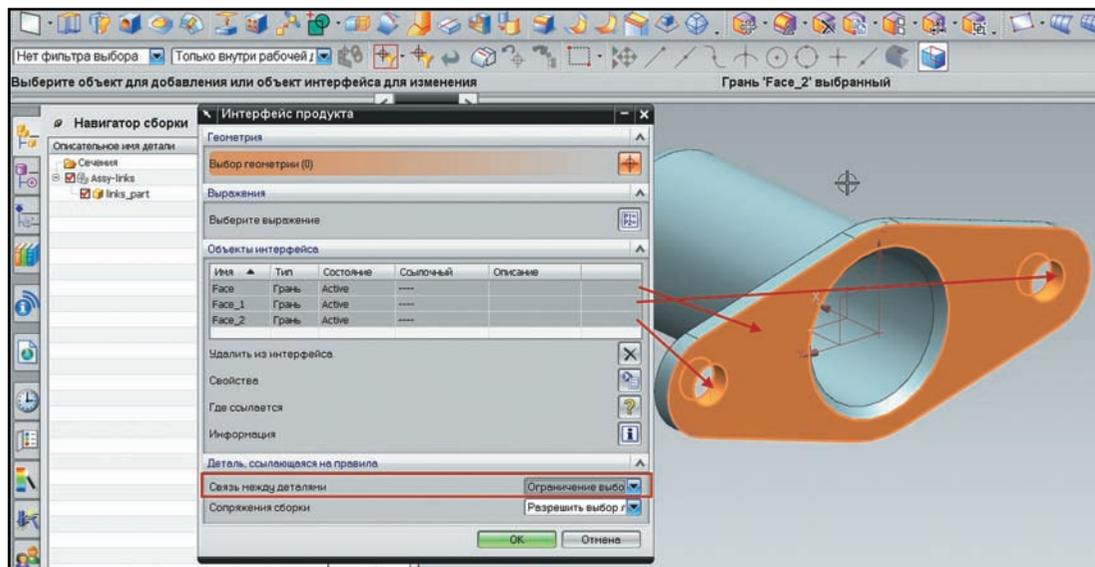
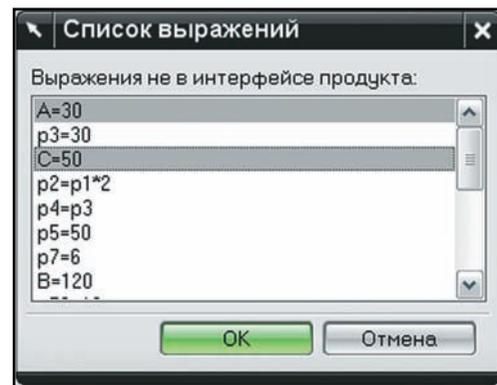

Рисунок 4.31. Определение интерфейса модели
Рисунок 4.32. Публикация выражений в интерфейс
- Первый блок диалога предлагает выбрать геометрию. Укажите на торцевую грань и цилиндрические грани отверстий. Каждый раз при указании какой-либо геометрии в список диалогового окна будет добавляться строка, соответствующая выбранному элементу. Этот список определяет набор элементов, из которых будет состоять интерфейс. При неправильном выборе элемента можно воспользоваться кнопкой **Удалить из интерфейса (Remove from Interface)** (рис. 4.31). Второй блок диалога предлагает выбрать выражения (переменные) из числа существующих, которые будут добавлены в список элементов, задающих интерфейс. Нажмите кнопку **Выберите выражение (Select Expression)** и в появившемся диалоге выберите какие-нибудь переменные (рис. 4.32).